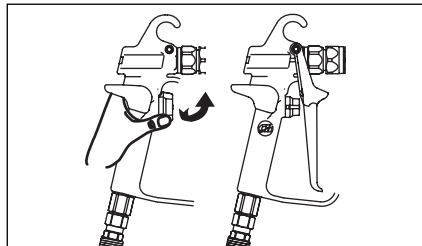

Figure 2 - Engager le verrou de la gâchette en tournant le verrou tel qu'indiqué
- ▶ engager le verrou de la gâchette (voir figure 2)
- Toujours engager le verrou de la gâchette lorsqu'on ne pulvérise pas (voir la figure 2). Vérifier que le verrou fonctionne correctement en tirant sur la gâchette. Si le verrou fonctionne correctement, la soupape du pistolet ne pulvérisera pas.